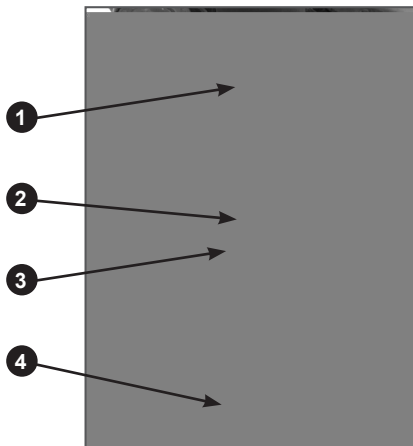

Рис. 28 Проверка состояния ремня привода
2. Открутите винт 2 крепления крышки 3 ремня привода и снимите крышку ремня привода (Рис. 28).